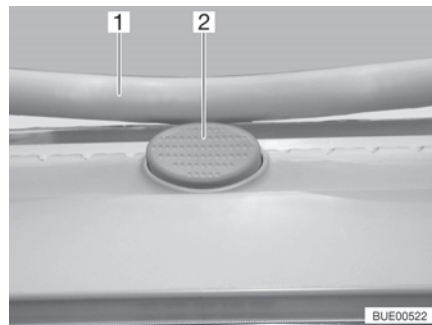

Bild 54 Låsknapp (Heki-taklucka)
- Tryck på låsknappen (Bild 54,2) och dra ner bygeln (Bild 54,1) med båda händerna.
- Tryck bygeln uppåt med båda händerna tills bygeln ligger ovanför låsknappen (Bild 54,2).